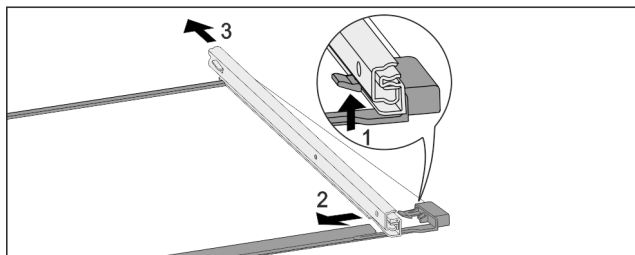

Fig. 151 带轨道的玻璃隔板
- 向上按前端的锁定钩。 Fig. 151 (1)
- 将牵伸轨推向一侧 Fig. 151 (2)，然后向后 Fig. 151 (3) 推。